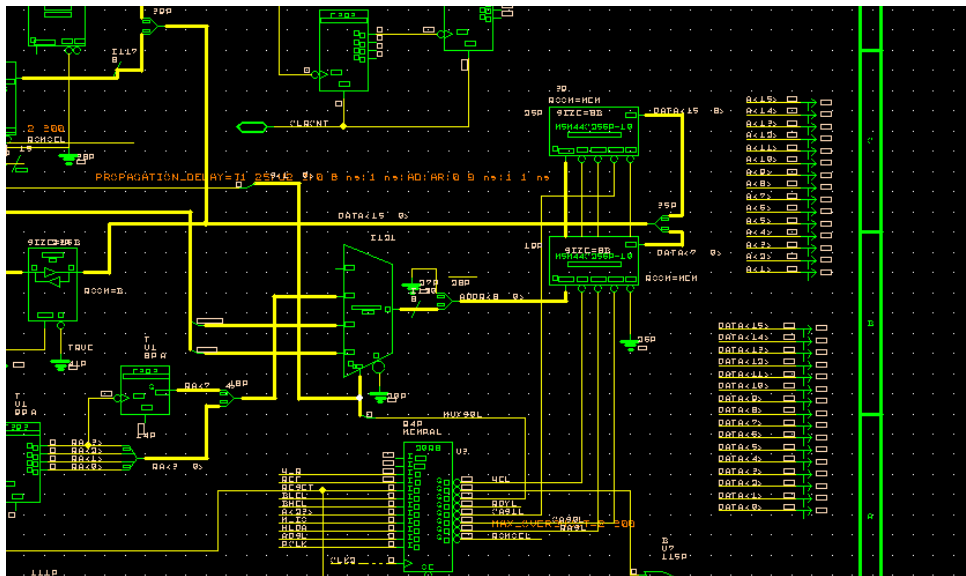

图 6-1 BINARY CTR F393 和 20R8 的位置
3. 找到第一页的原理图中 BINARY CTR F393 和 20R8 的位置。请见图 6-1。